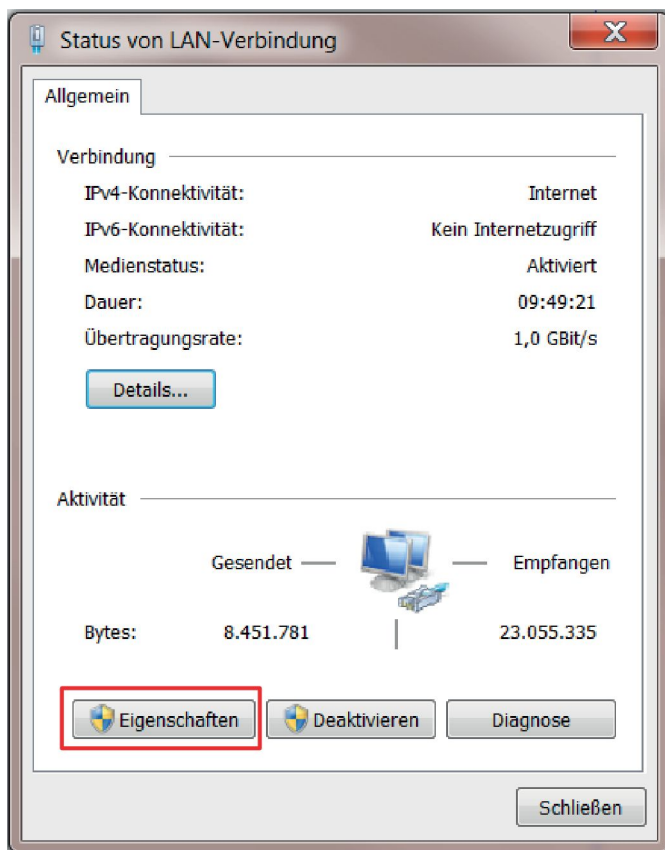

Abb. 44: Status von LAN-Verbindung
5. ▶ „Eigenschaften“ ( Abb. 44 ) auswählen.